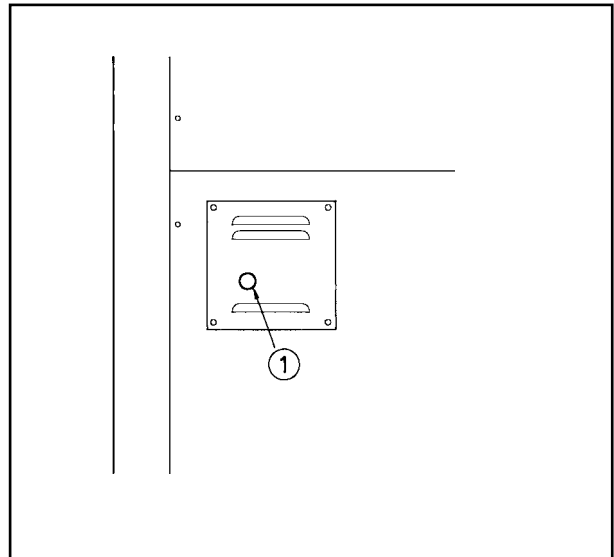

Fig.9
Hvis temperaturen i aggregatet stiger til over 100°C afbryder sikkerhedstemperaturbegrænseren hele spændingen til aggregatet, så brænder og ventilator sættes ud af funktion. Når aggregatet er afkølet, starter det ikke automatisk igen. Genstart sker ved at trykke på reset-knappen (1) på sikkerhedstemperaturbegrænseren (STB) (se fig. 9).
Om temperaturen i aggregatet stiger till över 100°C bryter överhettningstermostaten hela spänningen till aggregatet, så brännaren och fläkten sätts ur funktion. När aggregatet är avkylt, startar det inte automatiskt igen. Omstart sker via reset-knappen (1) på överhettningstermostaten (STB) (se fig. 9).
Hvis temperaturen i aggregatet stiger til over 100°C bryter branntermostaten styrestrømmen til aggregatet, så brenner og vifte settes ut av funksjon. Når aggregatet er avkjølt, starter det ikke automatisk igjen. Gjenstart skjer ved å trykke på reset-knappen (1) på branntermostaten (STB) (se fig. 9).